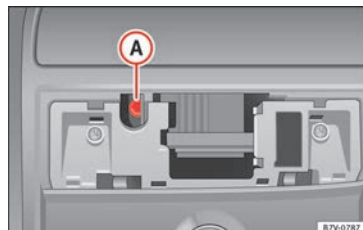

Abb. 202 Innensechskantschraube zum Schließen des Panorama-Schiebedachs.
- Stecken Sie einen handelsüblichen Innensechskantschlüssel¹⁾ der Größe 4 mm in die Innensechskantschraube » **Abb. 202** **A**.